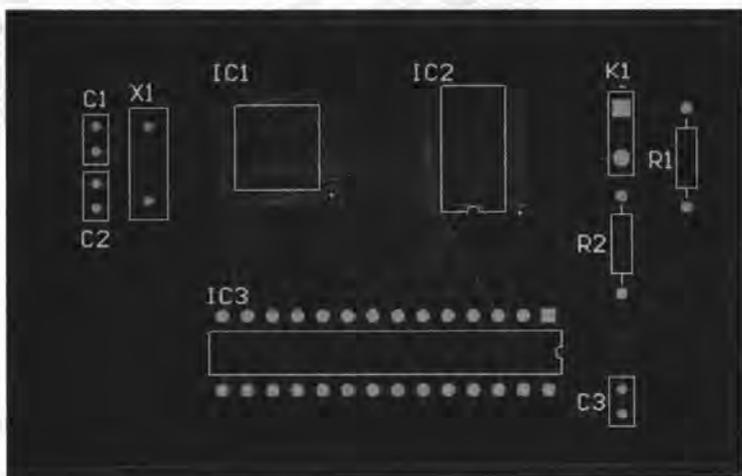

图 9-25 布局调整
- [4] 执行【编辑】/【排列】/【定位元件文本位置】命令, 或者直接手工操作, 调整所有元器件的标志符位置, 使其方向统一。调整后的结果如图 9-25 所示。